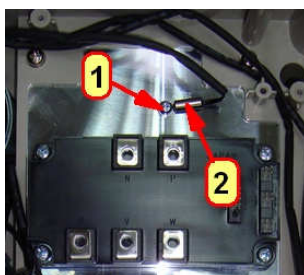

Рис.7.24
7.13.1. Взять термодатчик 2, установить на радиатор, вкрутить винт 1 (рис.7.24).